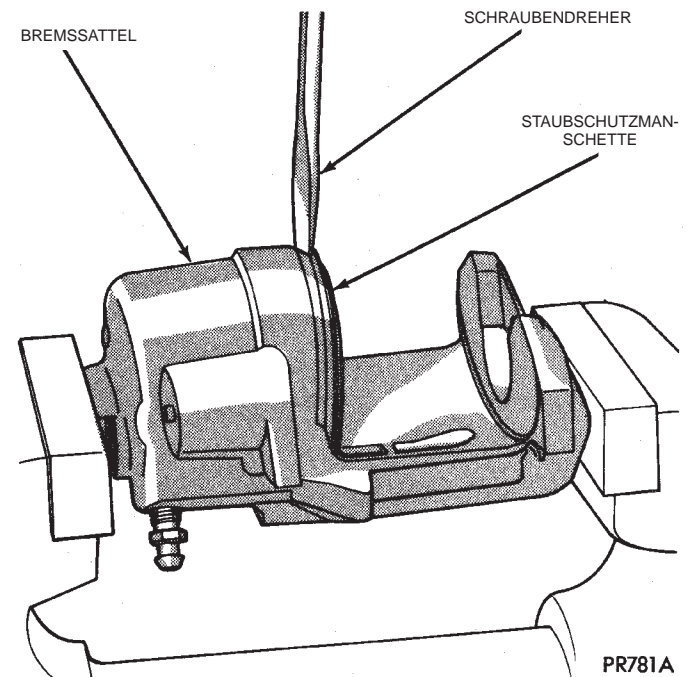

Abb. 84 Ausbau der Staubschutzmanschette des Bremssattelkolbens
(5) Bremssattel zum Zerlegen in einen Schraubstock mit geschützten Klemmbacken einspannen.
(6) Führungshülsen und Staubschutzmanschetten der Führungsbolzen entfernen. Siehe "Ausbau der Führungshülsen" im Abschnitt zum Zerlegen des Bremssattels in diesem Werkstatthandbuch.
(7) Kolben-Staubschutzmanschette vom Bremssattel abziehen und entsorgen (Abb. 84).